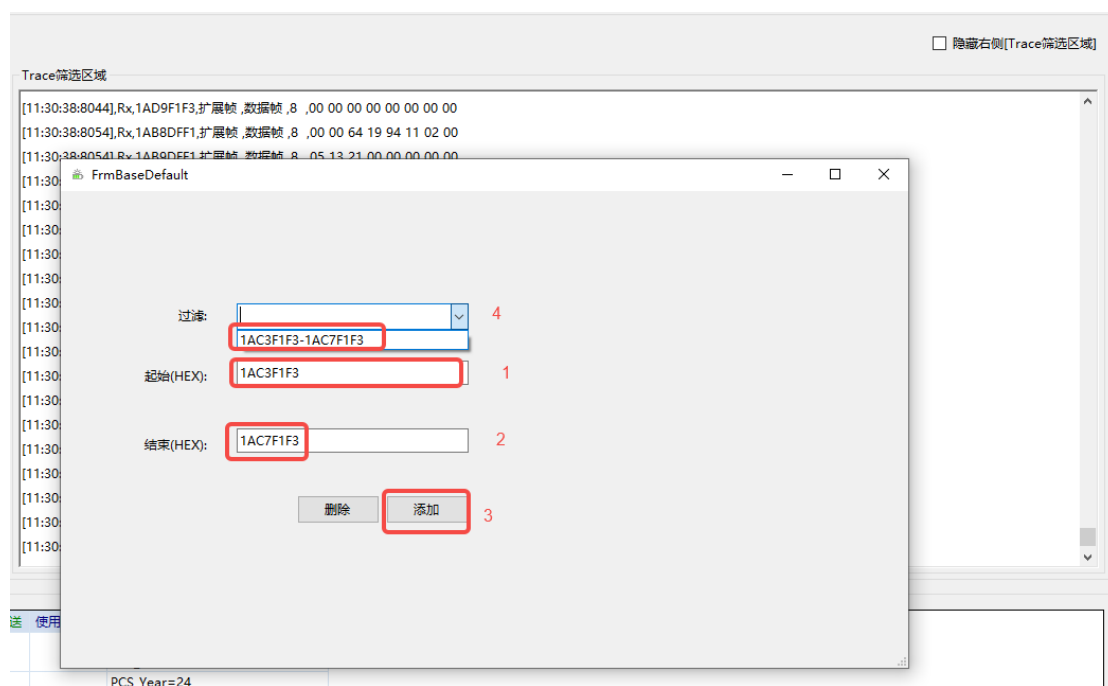

图 2-10 CAN 报文筛选过程
- (5) 在“Trace 筛选区域”点击筛选可筛选出 CAN 总线上的报文 ID，如图 2-10 所示：填起始 ID、结束 ID，然后添加该范围后选择“过滤”的下拉键选择对应的筛选项可筛选 ID 范围（支持单个 ID、多个 ID 筛选）；